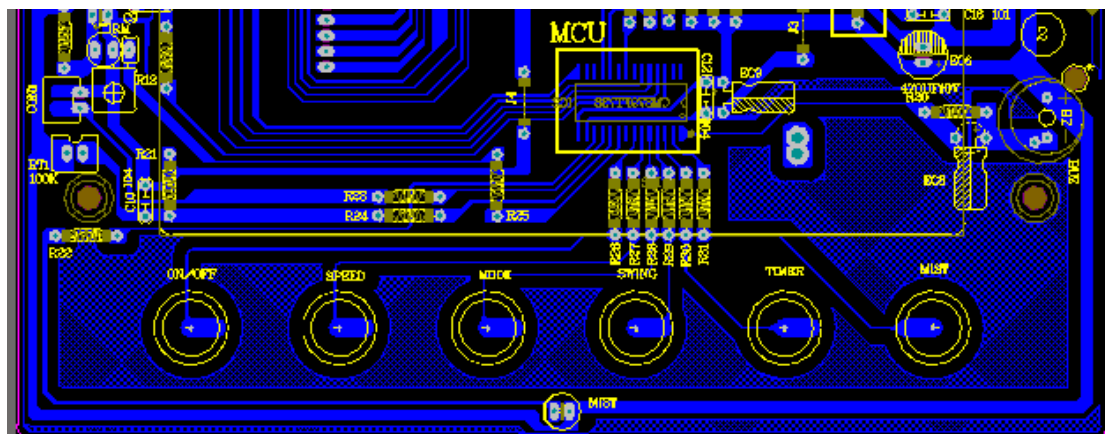

图 22
4) GND 覆铜只需要覆触摸按键周围即可。如图 22 所示：